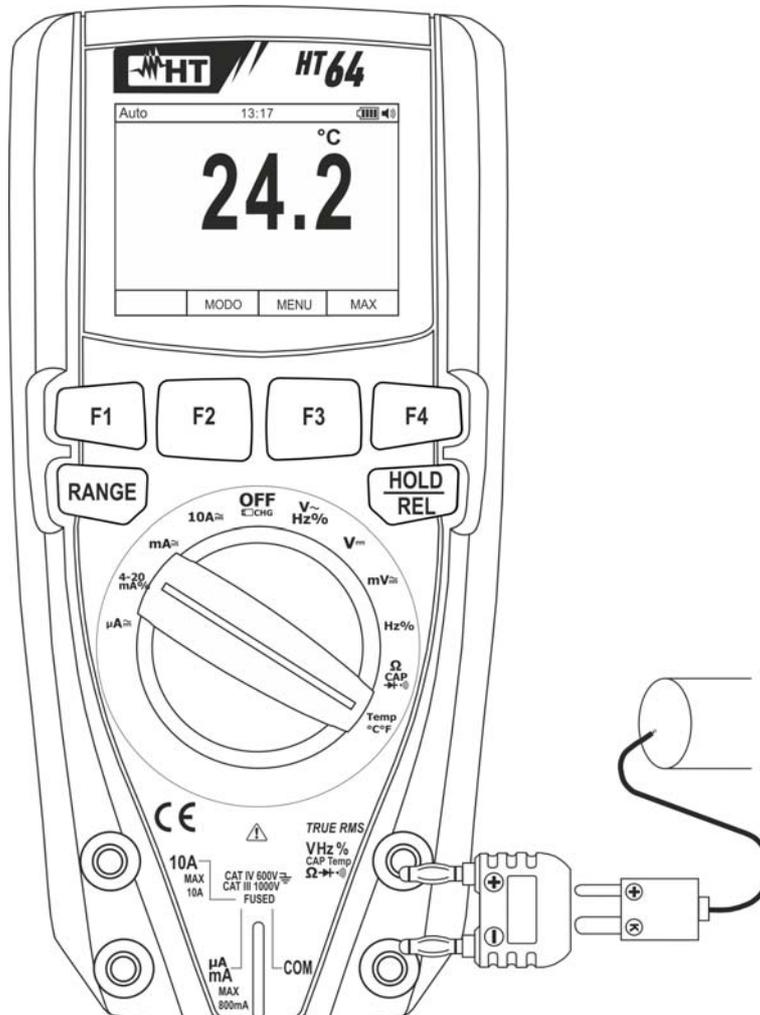

Fig. 28: Uso del instrumento para medida de Temperatura
3. Inserte el adaptador en dotación en los terminales de entrada **VHz%CAPTempΩ** (polaridad +) y **COM** (polaridad -) (vea Fig. 28)